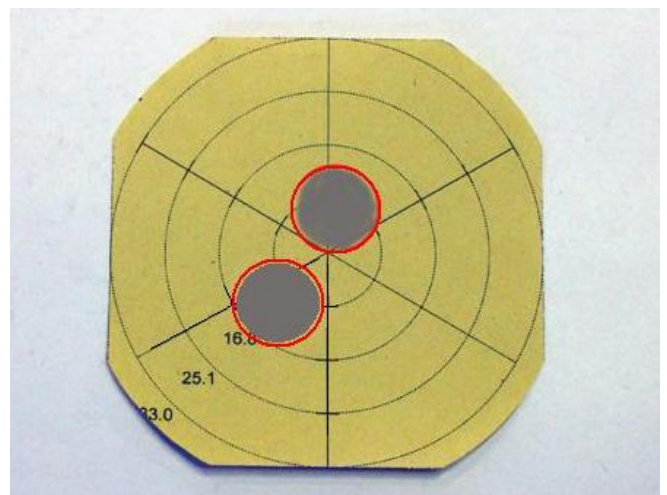

Figura 3
- são visíveis menos que 3 marcas de pulverização (figura 3)